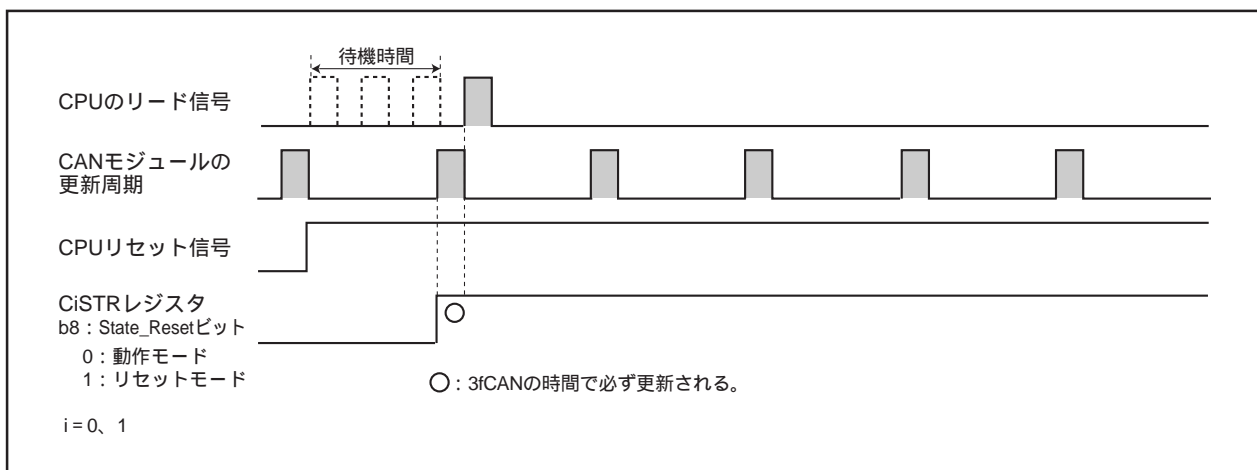

図23.4 CPUの読み出し前に3fCAN分待機した場合
- CPUがCiSTRレジスタを読み出す前に、3fCAN以上(「表23.2 CANモジュールステータス更新周期」参照)の待機時間を持たせる(「図23.4 CPUの読み出し前に3fCAN分待機した場合」参照)。